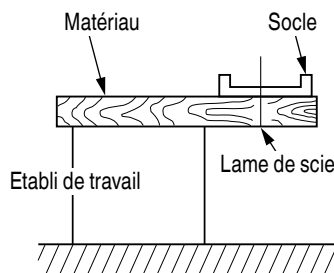

Fig. 6
6. Préparer un établi de travail en bois (Fig. 6).